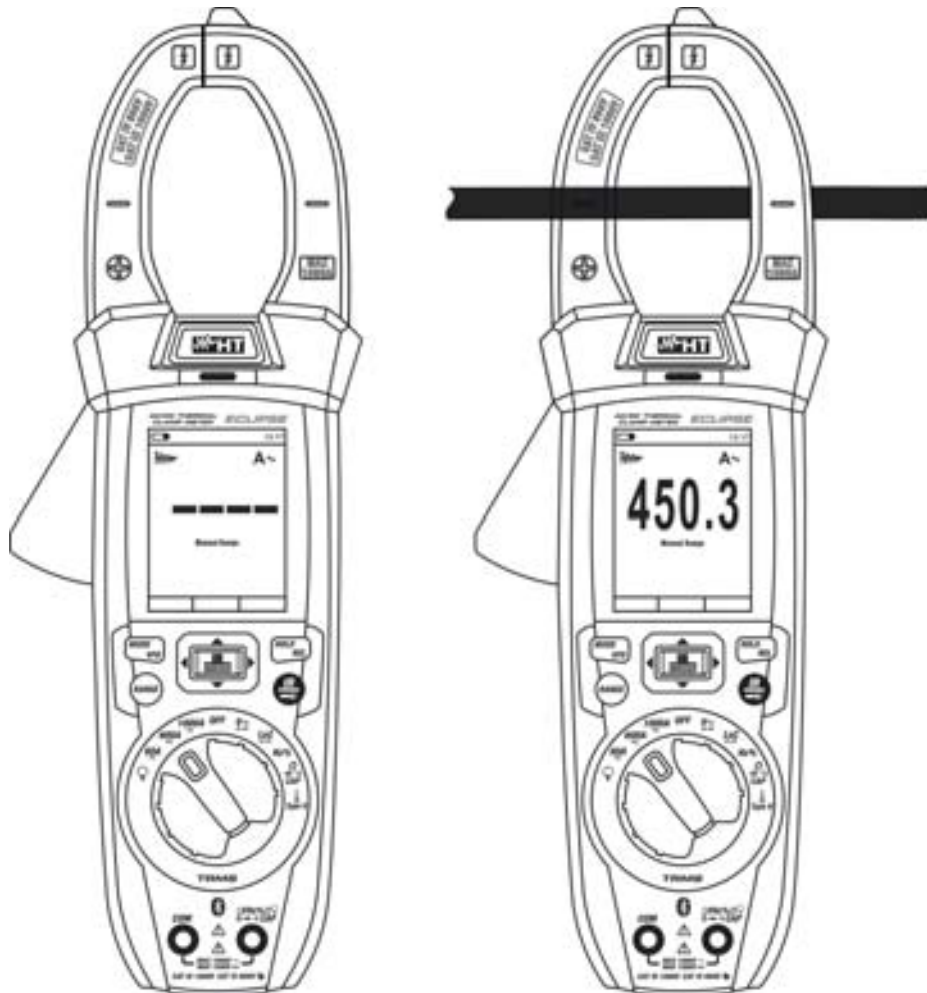

Fig. 33: Uso dello strumento per misura di Corrente di spunto (INRUSH)
3. Premere a lungo il tasto **INRUSH** per attivare la funzione "INRUSH". I simboli "INRUSH" e " - - - " sono mostrati a display (vedere Fig. 33 – parte sinistra)
4. Inserire il cavo all'interno del toroide al centro dello stesso (vedere Fig. 33 – parte destra) al fine di ottenere misure accurate. Utilizzare le tacche presenti come riferimento (vedere Fig. 3).